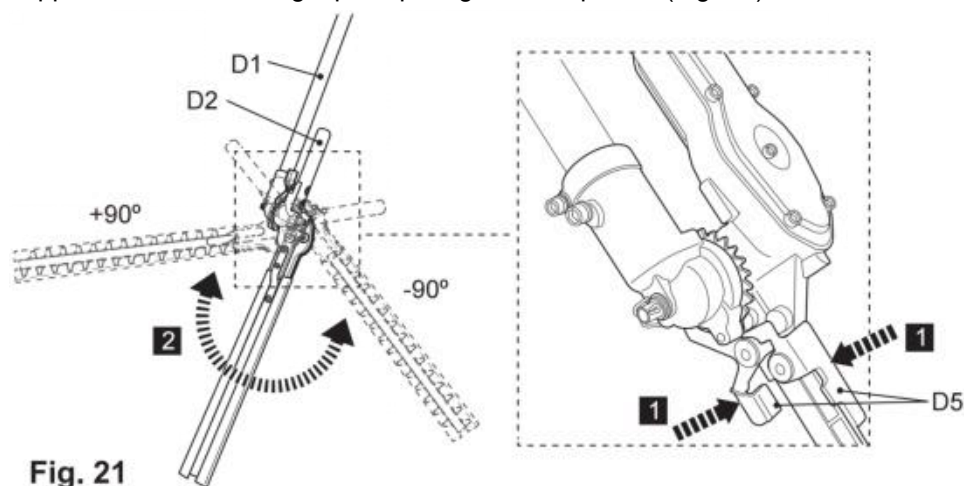

Fig. 21
5) Druk op de ontgrendelingshendels (D5) om het tandensysteem (D6) los te koppelen en stel de zaagkop in op de gewenste positie (Fig. 21).